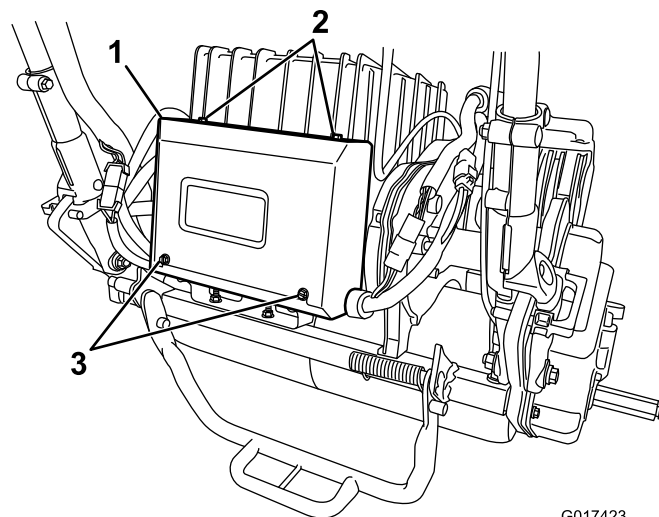

Figura 35
2. Retire los 2 tornillos traseros de la caja eléctrica, afloje los dos tornillos superiores y retire la tapa de la caja (Figura 35).